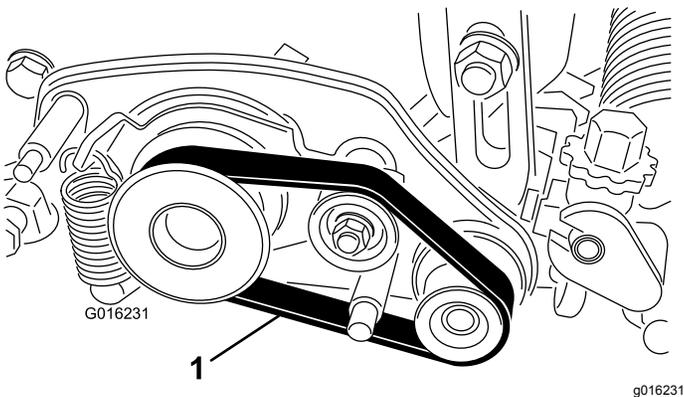

Figura 16
36. Monte la correa sobre la polea motriz, la polea tensora y la polea arrastrada, según se muestra en **Figura 16**.